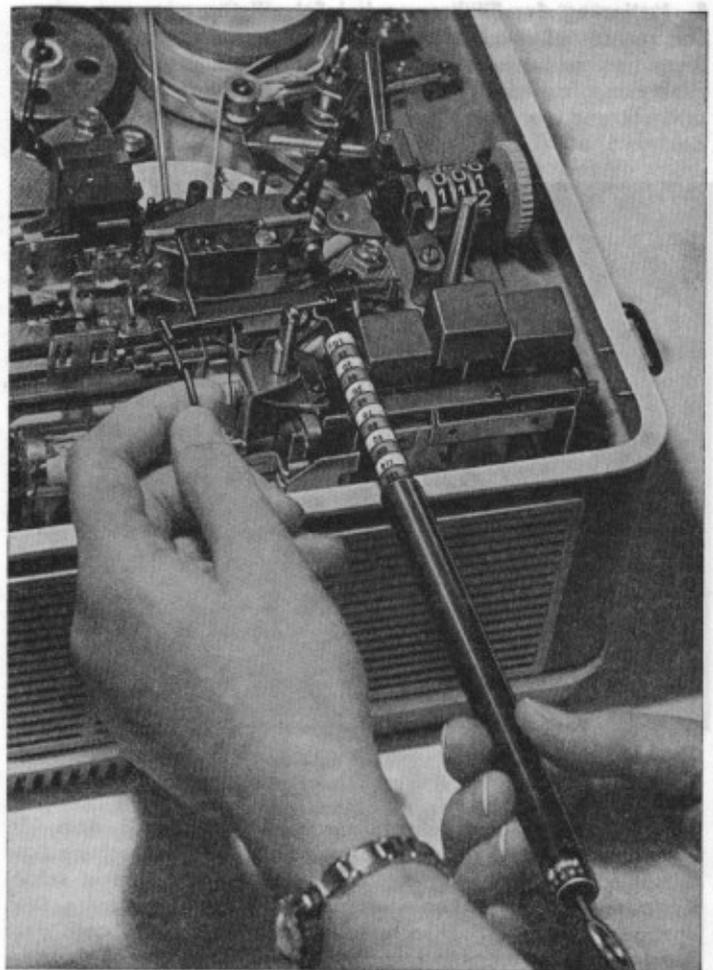

Abb. 13
5. Einstellen des Gummirollenandrucks (siehe Abb. 13)